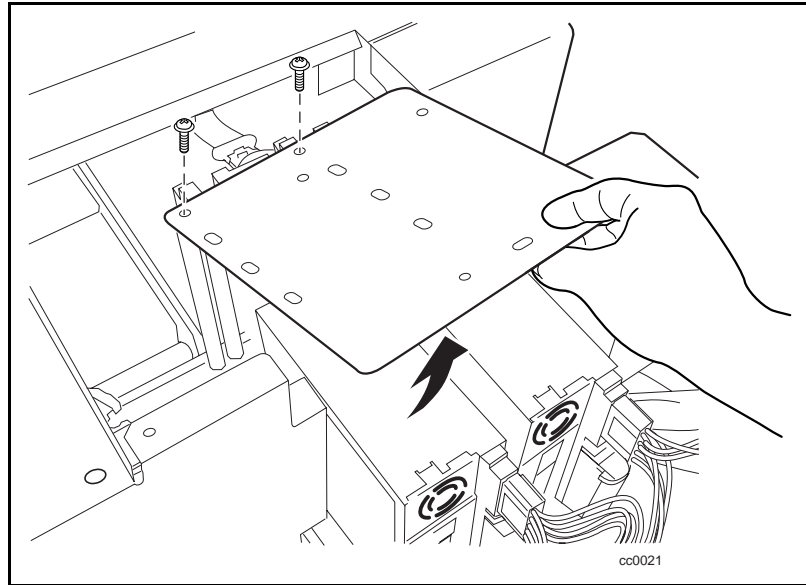

図4. 上部ドライブ取り付けプレートの取り外し
3. 上部ドライブ取り付けプレートをシャーシに固定しているネジを取り外します（図4を参照）。